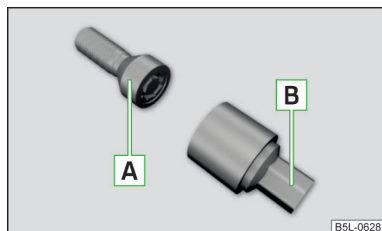

Fig. 338
Șuruburile de roată antifurt protejează roțile împotriva unui furt. Acestea pot fi » **fig. 338 desfăcute/strânse** numai cu adaptorul **B**.
- » Introduceți cheia de roți pe șurub până la capăt. Utilizați pentru șuruburile de roată antifurt adaptorul corespunzător » **fig. 338 la pagina 304**.